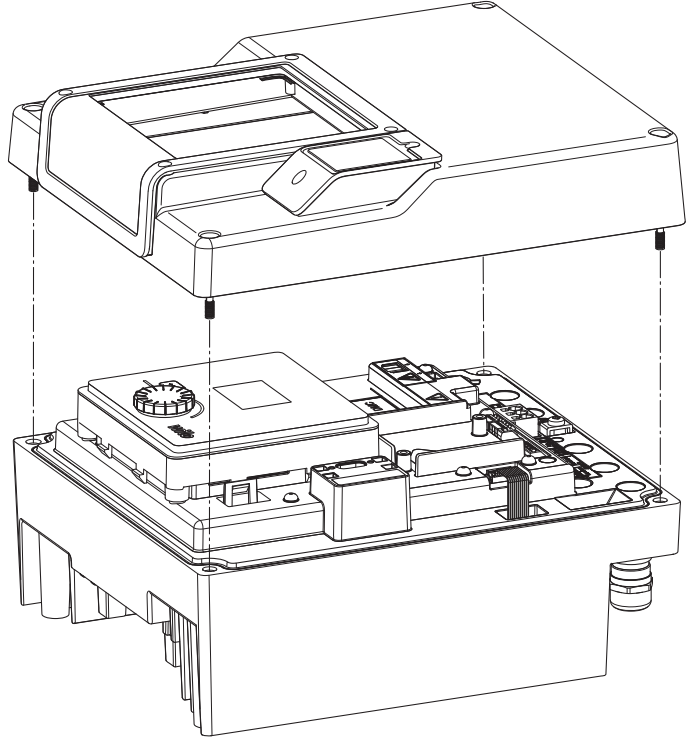

Fig. 45: Elektronik modül kapağının açılması
- Elektronik modül kapağını açın. (Fig. 45).